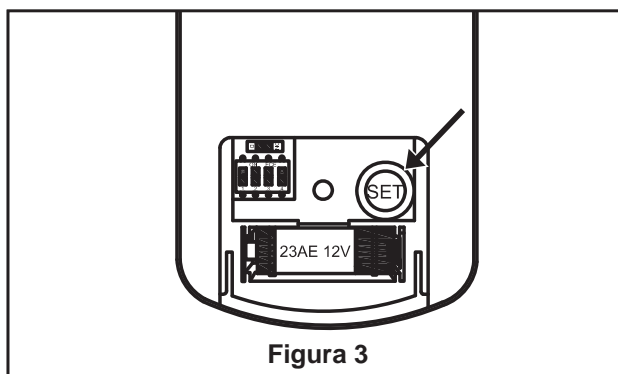

Figura 3
3. **Configuración del mando a distancia y proceso de configuración de la velocidad (RPM): (Figura 3)**